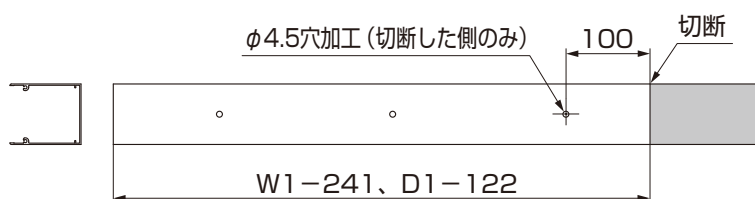
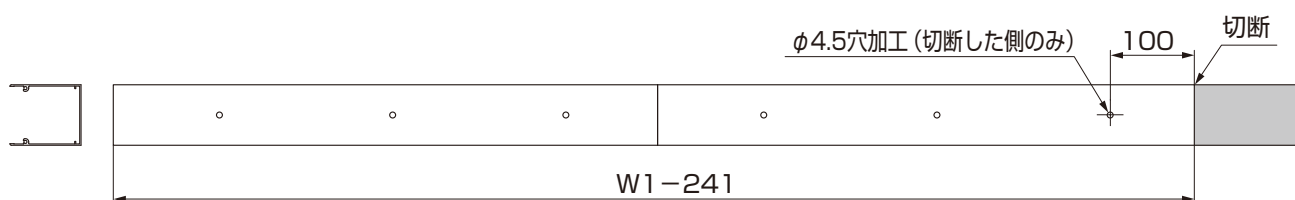

図6-3 部材を1本使用する場合
図6-4 部材を2本を直結して使用する場合（基本タイプ 2.5間、3.0間）
- ②正面側の上枠を（W1-241）mmで切断してください。（図6-3参照）
- 基本タイプ 2.5間、3.0間の場合、（W1-241）mmは2本での合計となります。（図6-4参照）
- ④側面側の上枠取付材を（D1-122）mmで切断してください。（図6-3、図6-4参照）
(2) 網戸ストッパー取付用 穴加工 ※正面側の上枠のみの作業です。